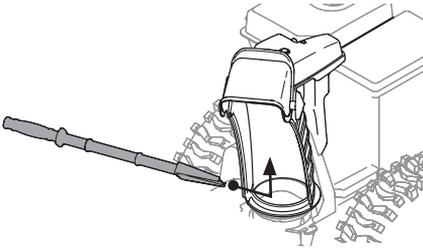

Figura 74
- Use el extremo con forma de pala de la herramienta de limpieza para destrabar y recoger la nieve y el hielo que se hayan acumulado en el interior y cerca del conjunto del canal. Utilice siempre la herramienta de limpieza (Nº de pieza 931-2643), no use las manos. Consulte el suplemento que se adjunta por separado para obtener la información que se requiere para pedir la herramienta de limpieza, en caso de haberla extraviado o que esté dañada. (Figura 74).